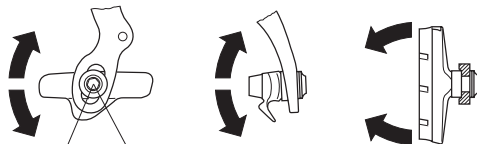

Fig. 8
- Per i portapattini dotati di articolazione orbitale, che possono essere orientati in tutte le direzioni (Fig. 8): regolate i pattini in modo che siano centrati in altezza rispetto alla superficie frenante del cerchio e che siano ad essa paralleli orizzontalmente e verticalmente.
- Bloccate i portapattini avvitando la vite a brugola da 5 mm (G) alla coppia di serraggio di 8 N.m - 6 lb.ft.
- For pad-holders equipped with orbital articulation which can be oriented in all directions (Fig. 8): adjust the brake pads so that they are centered in height in relation to the braking surface of the rim and parallel to it horizontally and vertically.
- Clamp the pad-holders by tightening the 5 mm Allen screw (G) to a torque of 8 N.m - 6 lb.ft.
- Bei in alle Richtungen drehbaren Bremschuhträgern mit Umlaufgelenk (Abb. 8): Stellen Sie die Bremschuhe so ein, dass sie sich auf der Höhe in der Mitte der Bremsoberfläche der Felgen befinden und waagrecht wie senkrecht parallel zu diesen befinden.
- Die Bremschuhe mit der 5 mm Sechskantschraube (G) mit einem Anzugsmoment von 8 N.m - 6 lb.ft. (G) festschrauben.
- Pour les porte-patins équipés d'une articulation orbitale qui leur permet d'être orientés dans toutes les directions (Fig. 8): réglez les patins de façon à ce qu'ils soient centrés en hauteur par rapport à la surface de freinage de la jante et qu'ils soient parallèles à cette surface dans le sens horizontal comme vertical.
- Bloquez les porte-patins en vissant la vis à 6 pans de 5 mm (G) avec un couple de serrage de 8 N.m - 6 lb.ft.
- Para los portazapatas dotados de articulación orbital que pueden orientarse en todas las direcciones (Fig. 8): regule las zapatas de manera que estén centradas en altura respecto a la superficie de freno de la llanta y que estén paralelas horizontal y verticalmente a la misma.
- Bloquee los portazapatas atornillando la llave allen de 5 mm (G) al par de apriete 8 N.m - 6 lb.ft.